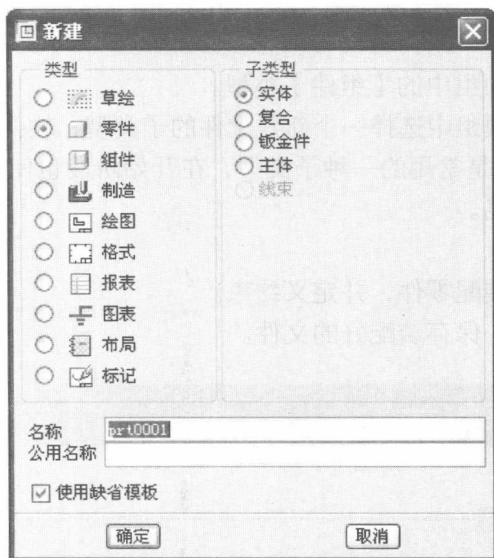

图 1.3 【新建】对话框
STEP 01 选择【文件】|【新建】菜单命令或单击工具栏  (新建) 按钮，打开【新建】对话框，如图 1.3 所示。